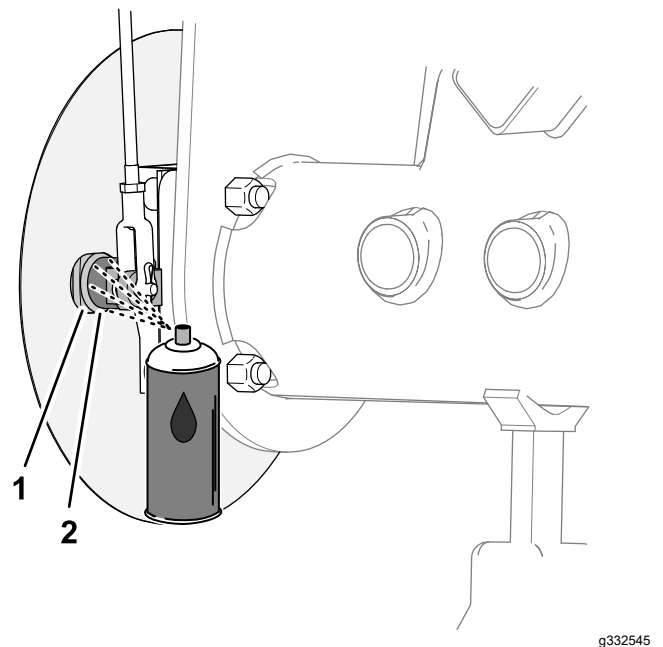
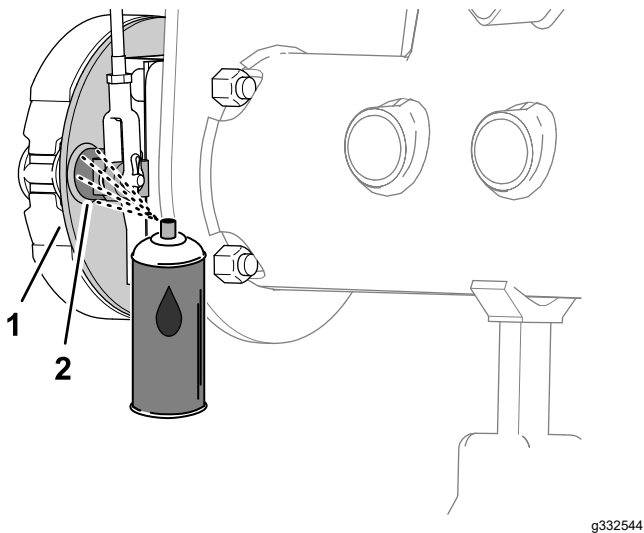

図 66
図 65
1. ブレーキのバッキングプレートの機体中心側ガラスシールド非装着車の場合または、ホイールシールドの機体中心側ガラスシールド装着車の場合に、ブレーキのカムシャフトとバッキングプレートとの間に浸潤性のオイルをスプレーする 図 65または 図 66。